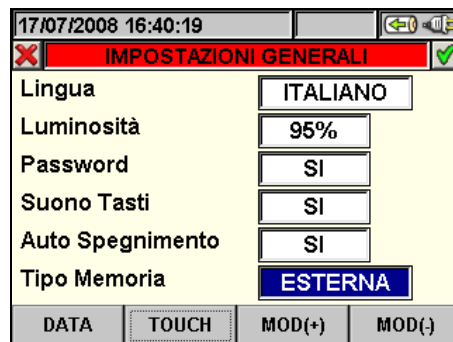

Fig. 16: Videata Impostazione Tipo Memoria
1. Posizionare il cursore con i tasti freccia alto o basso sul campo corrispondente alla voce "Suono Tasti" evidenziandolo su sfondo blu, come mostrato in Fig. 16